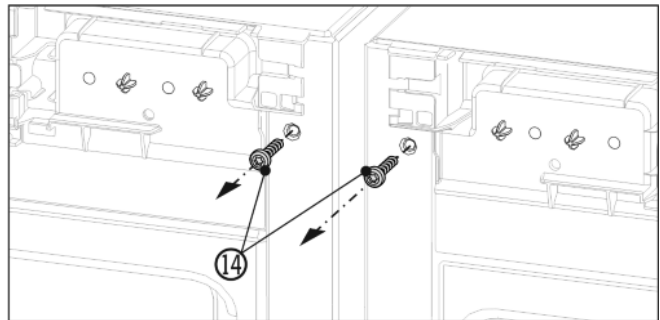

Fig. 6
- Vor der Montage des oberen Winkels, beide Erdungsschrauben Fig. 6 (14) herausdrehen.